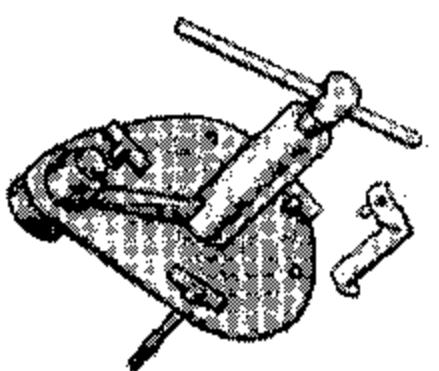

Рис. 2.11. Приспособление для распрессовки (запрессовки) коленчатого вала и разъединения половины картера
- ✓ при помощи специального приспособления (рис. 2.11) разъединить половину картера. Приспособление должно быть закреплено на правой половине картера с помощью трех винтов M5, которые через отверстия диаметром 6 мм в пилите приспособления ввинчиваются в отверстия для крепления генератора. Приспособление должно плотно прилегать к картеру и стоять без перекосов. Вращая нажимной винт при помощи воротка, снять правую половину картера. Нужно следить, чтобы не рассыпались ролики подшипника основной шестерни, если ведущая звездочка задней передачи снята;